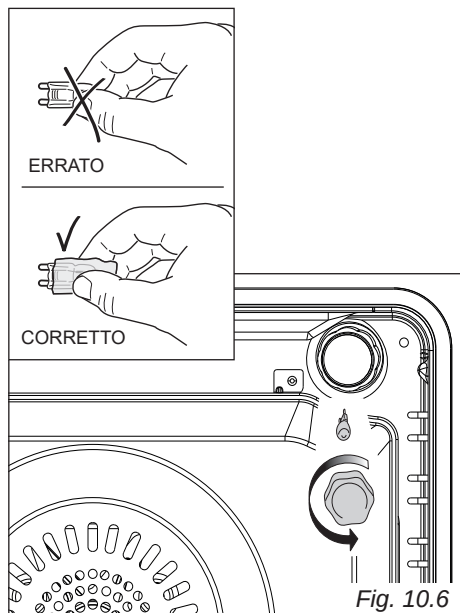

Fig. 10.6
- Rimuovere la calotta protettiva (fig. 10.6 - 10.7).